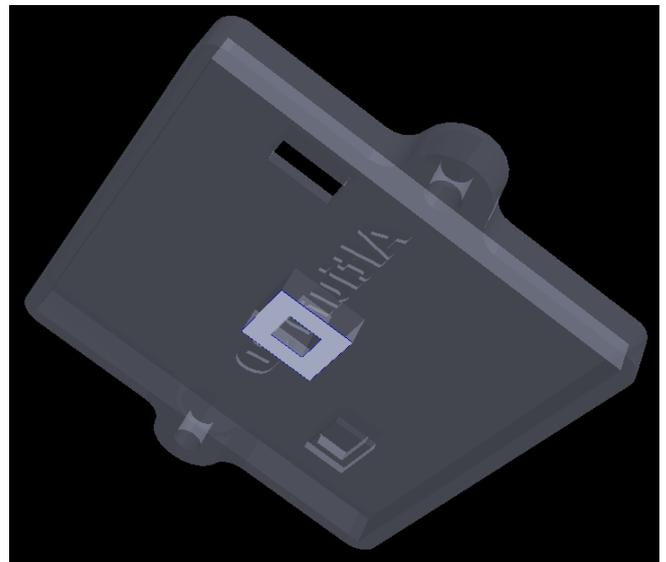

図 6. ボードと平行にするために選択した STEP モデルの表面
3. 図 6 のように筐体カバーの中央にある突起面をクリックし、方向がかわります。カーソルをモデル上で移動すると選択されている表面以外は透過表示になり、表面を簡単に見つける事ができます。